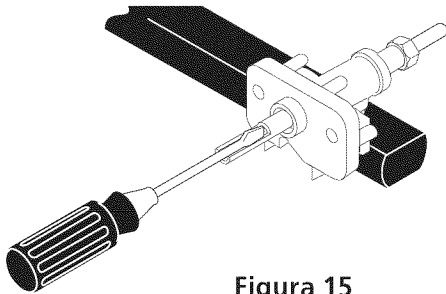

Figura 15
4. Ajuste bajo ("LO") para la válvula de los quemadores de superficie (Figura 15)